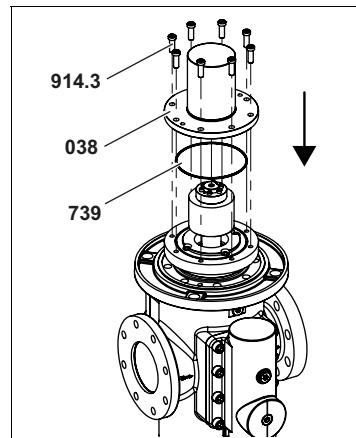

Fig. 10
6. Nettoyer soigneusement les surfaces d'étanchéité. Graisser légèrement le nouveau joint torique **739** et l'insérer. Presser le boîtier de protection **038** sur la bride de pompe et serrer les boulons de liaison **914.3** au couple, voir Fig. 10, page 33. Couples de serrage voir Tab. 1, page 47.